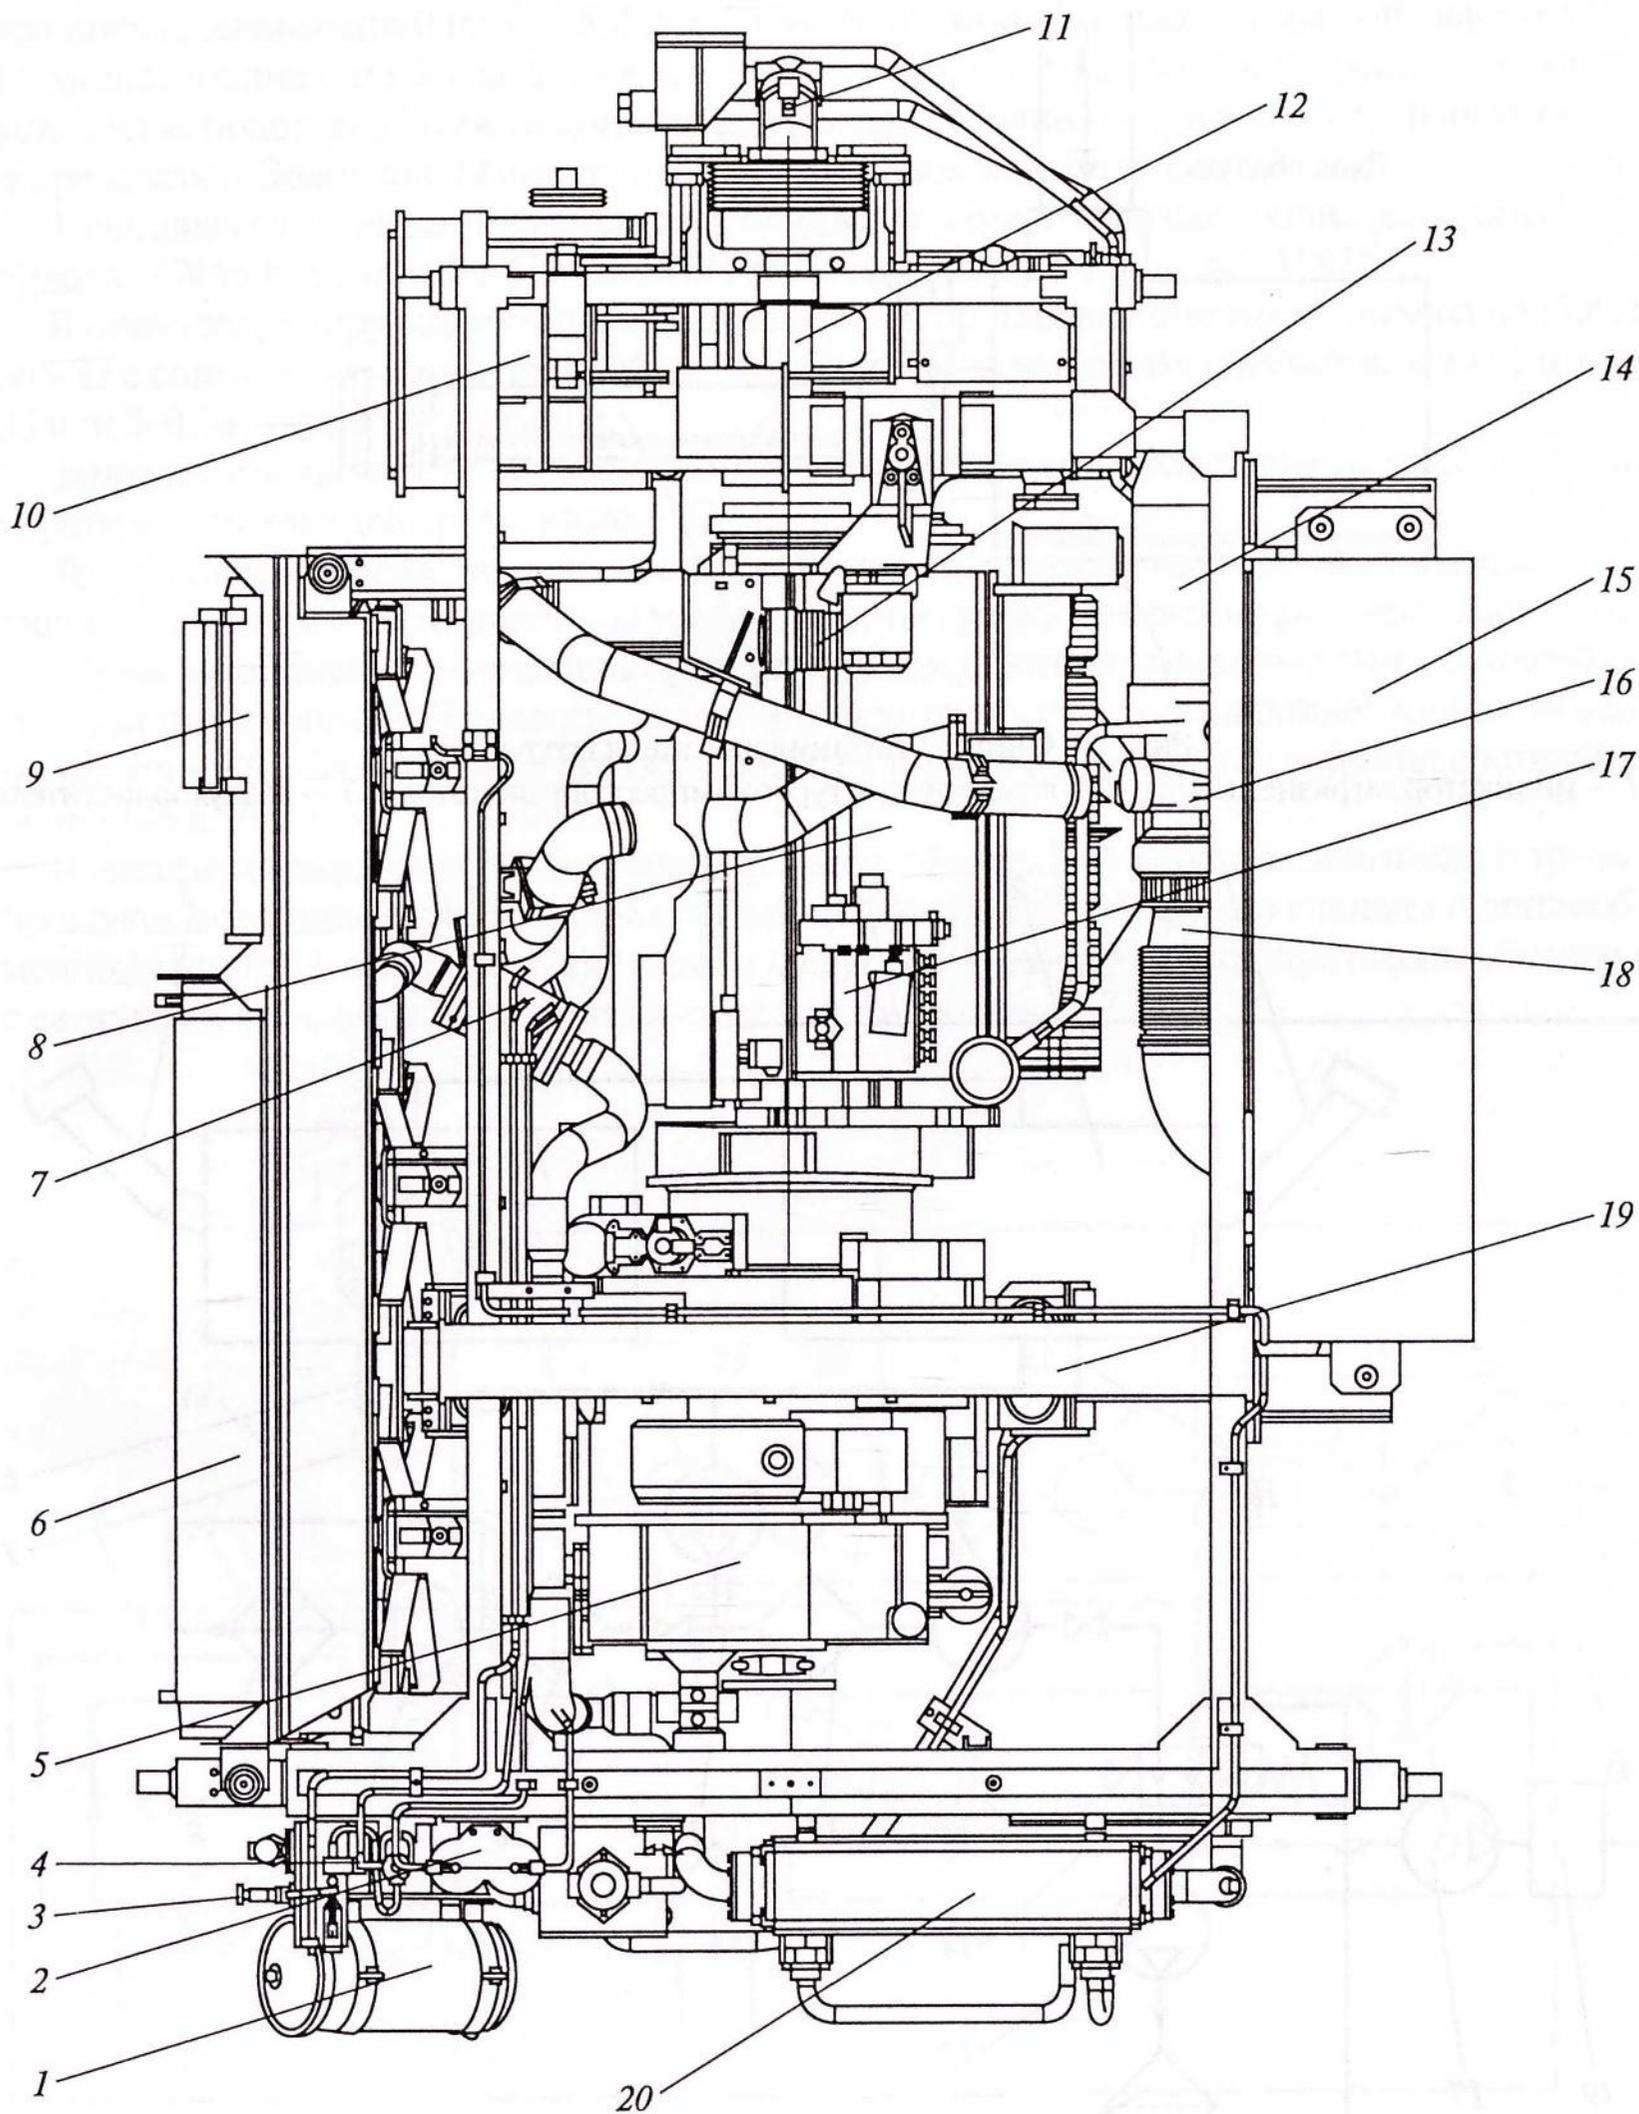
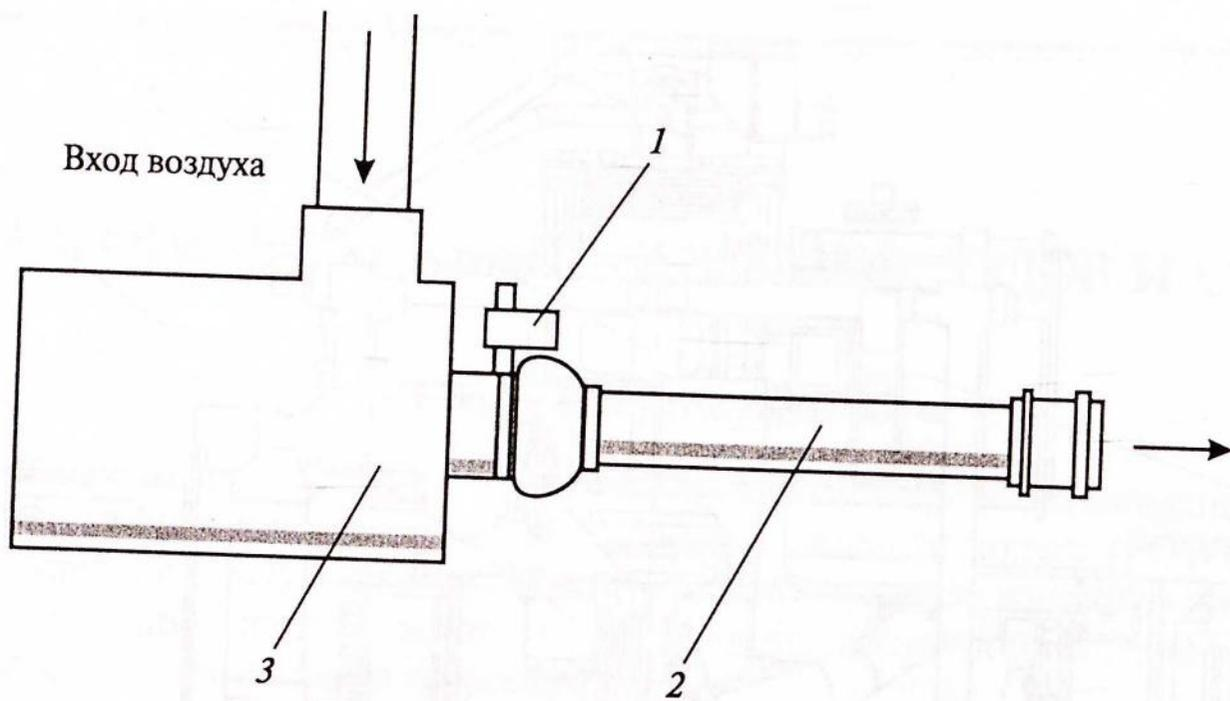

Рис. 3.1. Силовой модуль POWERPACK (вид сверху):
Рис. 3.2. Система питания двигателя воздухом:
Силовая установка является источником механической энергии, приводящей рельсовый автобус в движение и выполнена в виде единого силового модуля (POWERPACK). Силовая установка (рис. 3.1) состоит из тягового двигателя с обслуживающими его системами: смазки, питания топливом, воздухом, охлаждения, выпускной системы; гидропередачи и системы охлаждения масла гидропередачи.
Двигатель (рис. 3.1) MTU 6R183 TD13H — четырехтактный шестицилиндровый дизель с турбонаддувом и непосредственным впрыском топлива укреплен на раме силовой установки. Блок цилиндров двигателя 8 расположен горизонтально, а коленчатый вал двигателя через упругую муфту соединен с входным фланцем гидропередачи. На раме силовой установки расположены водомасляный теплообменник охлаждения масла гидропередачи 20; дополнительный масляный фильтр 1; сдвоенный топливный фильтр тонкой очистки 2; генератор 10; глушитель 15.
**Система питания двигателя воздухом** (рис. 3.2) состоит из воздухоочистителя 3, индикатора загрязненности 1, фильтра воздуховода 2, подающего воздух от воздухоочистителя на вход к турбокомпрессору двигателя 16 (см. рис. 3.1).